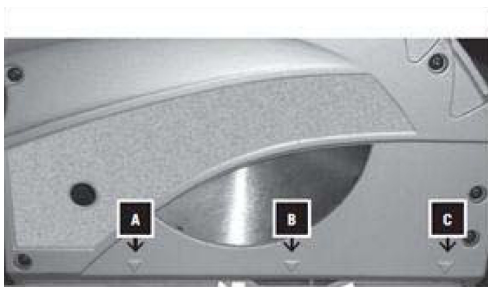

Рис. 10
3. Если будет производиться внутренний вырез в заготовке, то нужно определить начальную точку установки пилы. Для этого на корпусе защитного кожуха есть метки «А», «В» и «С» (Рис. 10). Метки «А» и «С» указывают крайние положения диска. Метка «В» указывает на центр диска. Начальная точка распила соответствует метке «А». Конечная точка распила соответствует метке «С».